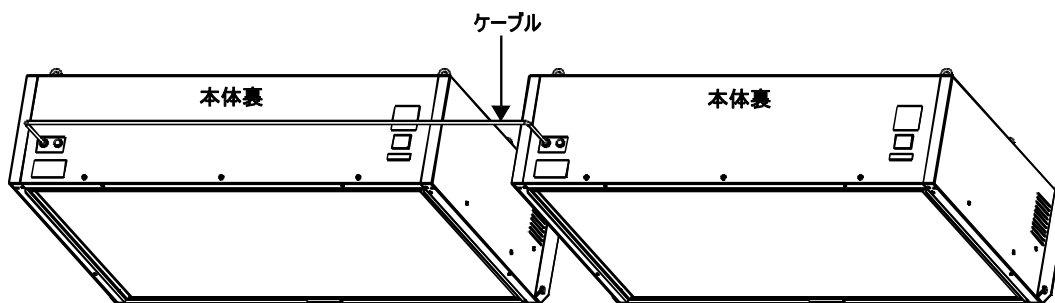

図 12 デュアル式オーバーヘッド光源装置のケーブル接続
- デュアル式光源装置専用ケーブルを、2つの光源装置の間に接続します。（図 12 参照）